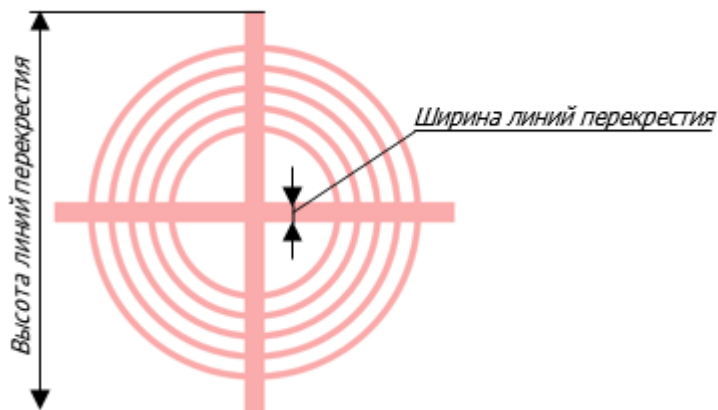

Рис. 134 Параметры апертур
- Максимальное число колец – целое положительное число. Зависит от значений внешнего диаметра, толщины колец и расстояния между кольцами, см. Рис. 134.